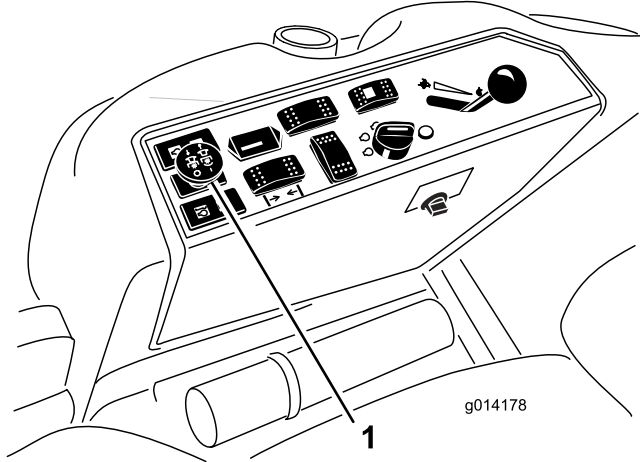

Figure 25
- Tirez sur la commande de PDF pour engager la PDF (Figure 25).